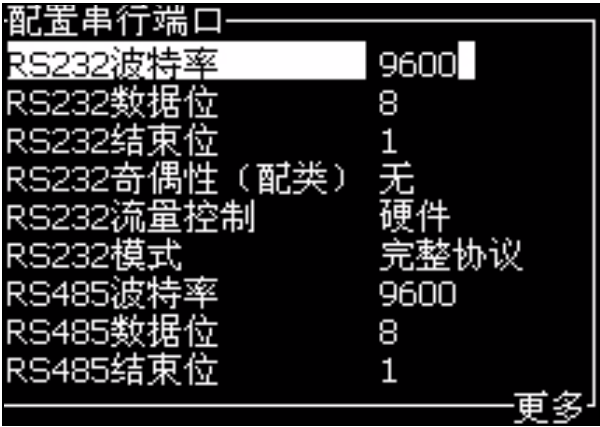

图 4-20: 配置串行端口对话框
- 2 选择 *Serial Port Configuration*（串行端口配置）选项，然后按下 *Enter* 按键。显示 *Configure Serial Ports*（配置串行端口）对话框（请参阅 图 4-20）。